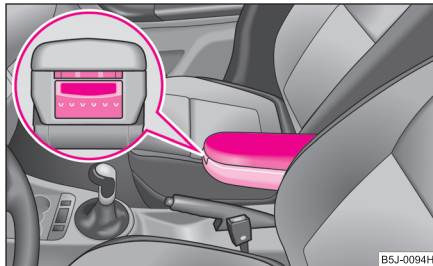

Abb. 74 Armlehne:
- Zum Klappen der Armlehne die untere Taste an der Stirnfläche der Armlehne drücken ⇒ Abb. 74. Klappen Sie die Armlehne vor und lassen Sie die Taste wieder los.